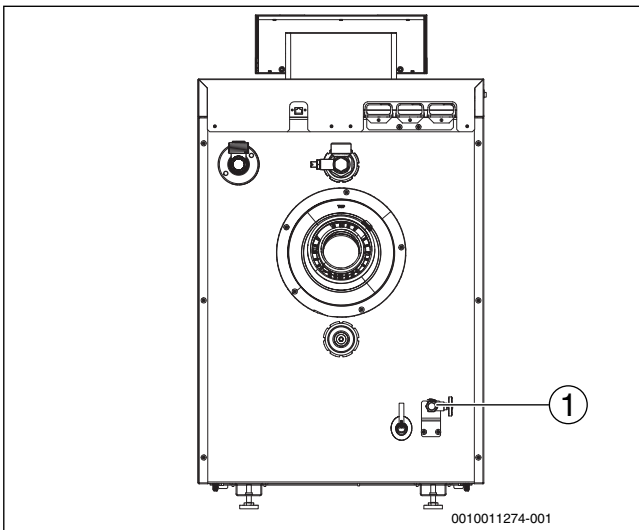

Bild 38 Rückansicht
- ▶ Ölleitung am Öl-Absperrventil (→ Bild 38 [1]) montieren.